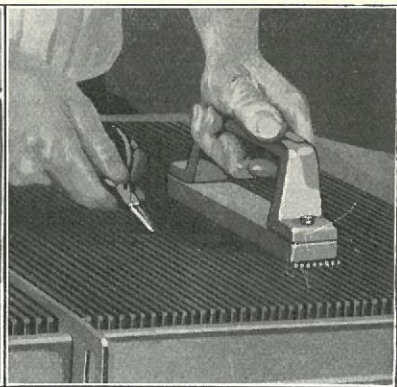

Fig. 424
- 863** Hvis Rørene er blevet reparerede, skal intet overflødigt Loddetin efterlades paa Rør eller Lameller. Lamellerne skal rettes op med en Fladtang og en Strigle (Fig. 424). Forsiden af Lamellerne gives en sort Farve.